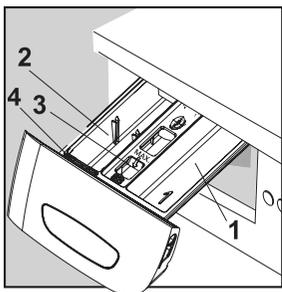
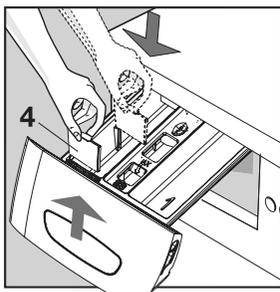

fig. 6
fig. 6S
- **compartiment 1** (fig. 6:1), pour le *prélavage* et le *trempage* (*lavage bio*).
- **compartiment 2** (fig. 6:2), pour le *lavage principal*
- **compartiment 3** (fig. 6:3), pour l'*assouplissant*
À l'avant du compartiment 2, une **séparation libre** (fig. 6:4) permettant l'utilisation de lessive liquide. Avant d'utiliser une lessive liquide, glissez la séparation 4 dans les rails au milieu du compartiment 2 (fig. 6S). La partie "avant" est ainsi réservée au savon liquide. N'utilisez pas de savon liquide pour le *prélavage*, mais uniquement pour le *lavage principal*.
- Ne jamais ouvrir le compartiment de produit de lavage (fig. 6) lorsque la machine se remplit d'eau ou lors du *déroulement* d'un programme.
- Ouvrez partiellement *le bac-tiroir* pour produit de lavage (fig. 1:1) et ajoutez le produit de lavage dans le compartiment approprié (voir fig. 6).